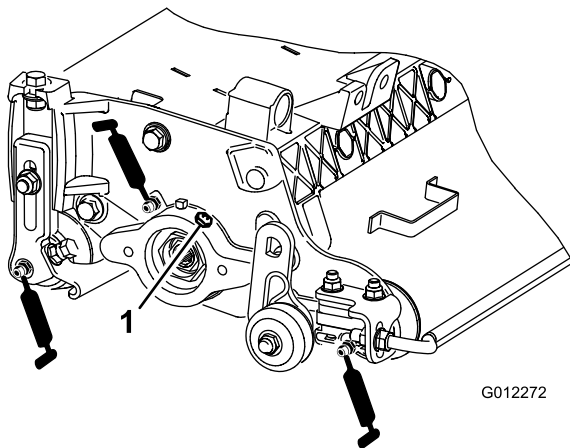

Bild 8
Jeder Vertikutierer hat sechs Schmiernippel (Bild 8), die regelmäßig mit Nr. 2 Allzweckschmierfett auf Lithiumbasis eingefettet werden müssen.
2. Tragen Sie Schmiermittel auf, bis sauberes Schmiermittel aus den Dichtungen der Rolle und dem Überdruckventil des Lagers austritt (Bild 8).